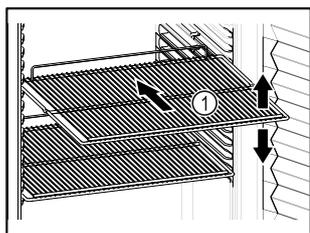

Fig. 62 Representación a modo de ejemplo
- Si los estantes de rejilla Fig. 62 (1) se pueden colocar en distintas posiciones, ajustarlos en altura.